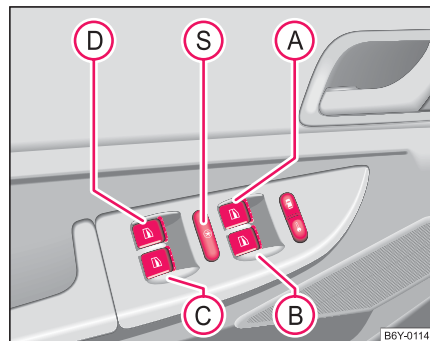

Fig. 27 Contacteurs dans la portière côté conducteur
Les contacteurs pour chaque vitre se trouvent dans l'accoudoir de la portière conducteur ⇒ page 48, fig. 27, de la portière passager avant et des portières arrière*.
Les contacteurs des lève-vitres des portières arrière peuvent être mis hors service au moyen de la touche de sécurité (S) ⇒ page 48, fig. 27. Les contacteurs arrière sont de nouveau opérationnels en actionnant encore une fois la touche de sécurité.
- Si des enfants doivent être transportés sur les sièges arrière, nous vous recommandons de mettre les lève-vitres électriques des portières arrière hors service (touche de sécurité) (S) ⇒ page 48, fig. 27.